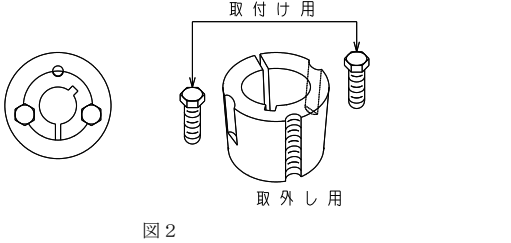

図2
- ブッシュ,テーパロックはハブ,ロータに挿入し、ボルト,6カクにより仮締めしてください。（図2参照）